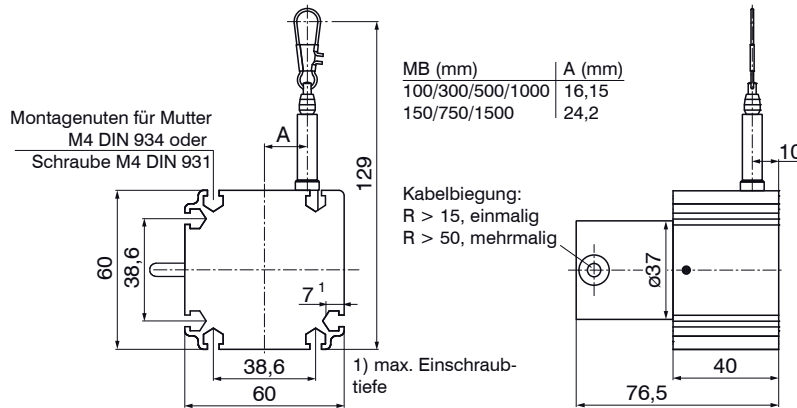

Abb. 2 Maßzeichnung WDS- ... - P60 - CR - P, Maße in mm, nicht maßstabsgetreu
- Montage durch Montagenuten für Mutter M4 DIN 934 oder Schraube M4 DIN 931, siehe Abb. 2 bis, siehe Abb. 16.